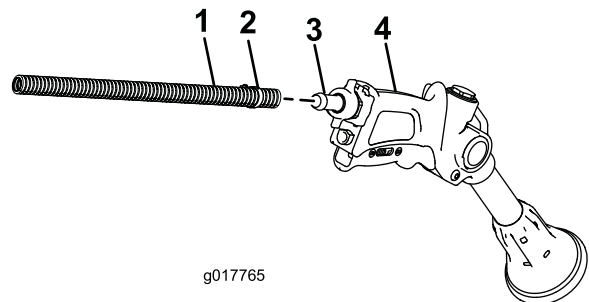

図 18
2. ホース(長)のもう一端をスプレーガンのフィッティングにつなぐ(図 18)。